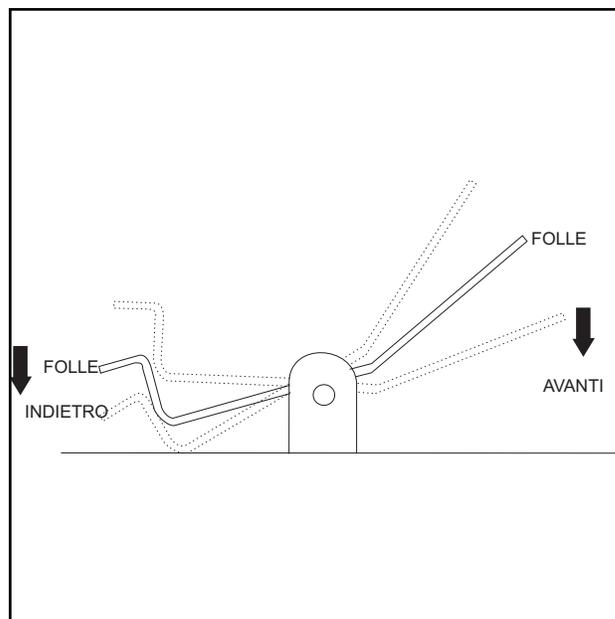

FIGURA 7
**PEDALE DI CONTROLLO ACCELERAZIONE E DIREZIONE Vedi figura 7**